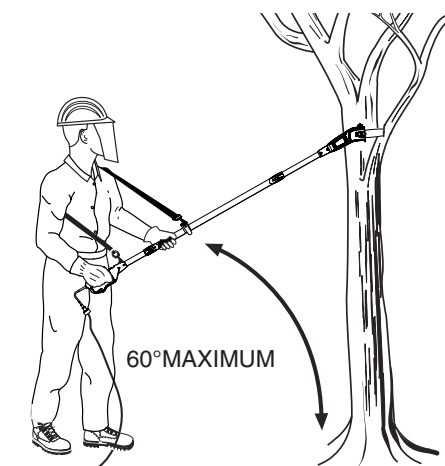

Fig. 8
Voir Fig. 8 - 9.
- Le mode opératoire typique consiste à positionner l'appareil à un angle de 60° ou moins, selon la situation, tel qu'illustré Fig. 8 et 9. La difficulté d'effectuer la première entaille (sous la branche) augmente avec l'angle.